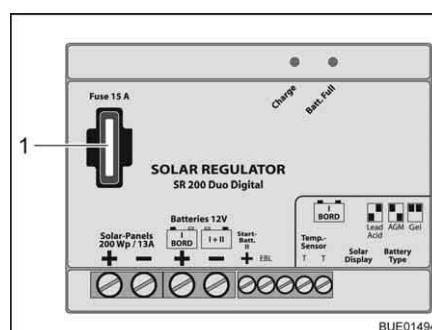

Fig. 188 Fusibile regolatore di carica del pannello solare 200 W
- Sostituire il fusibile piatto 15 A/blu (Fig. 188,1).